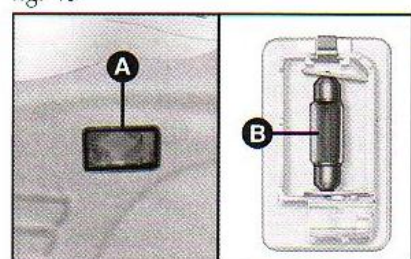

fig. 50
1) Retirar o grupo porta-lâmpadas e a lente **A**-fig. 50 empurrando com uma chave de fenda a lingueta de retenção.